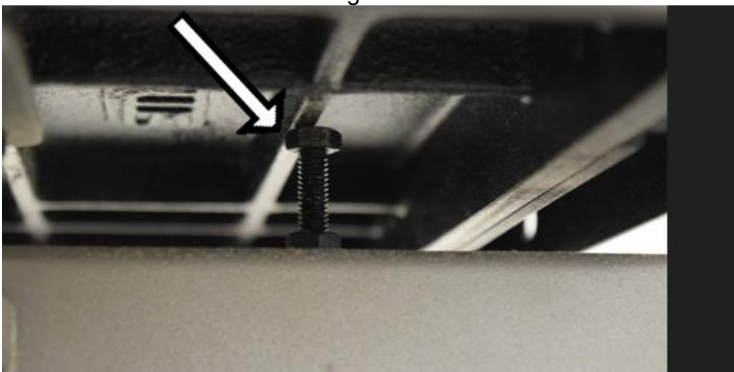

Abb. 40
8. Ziehen Sie die Sicherungsmutter der Tischauflage wieder fest und achten Sie dabei darauf, dass der Tischwinkel von 90° beibehalten wird (Abb. 40).